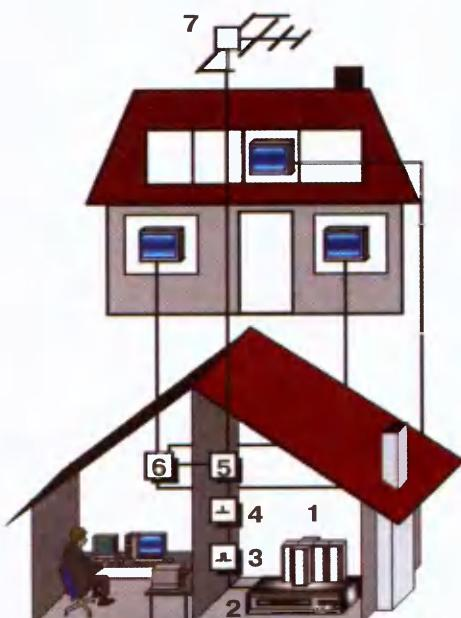

Рис. 1. Мини-схема кабельного телевидения:
Такая мини-система КТВ позволяет добавить к принимаемым эфирным каналам один «коммерческий» — с вашего видеомагнитофона. Но она имеет и серьезные недостатки, из-за которых экспериментировать с ней можно лишь в собственном доме. Дело в том, что радиосигнал (RF) с видеомагнитофона создает помехи сигналам других каналов, особенно если они слабые. Несколько поправить положение можно включением настроенного на частоту сигнала видеомагнитофона полоснопропускающего фильтра (например, ФТКП, Ф-ПАВ, ФКД-С на соответствующем канале и регулируемого аттенюатора FR-1 или SJ-D) (см. рис. 1). Определить, на каком канале работает RF-выход, можно, настраиваясь на его сигнал с помощью стандартного меню современного телевизора.